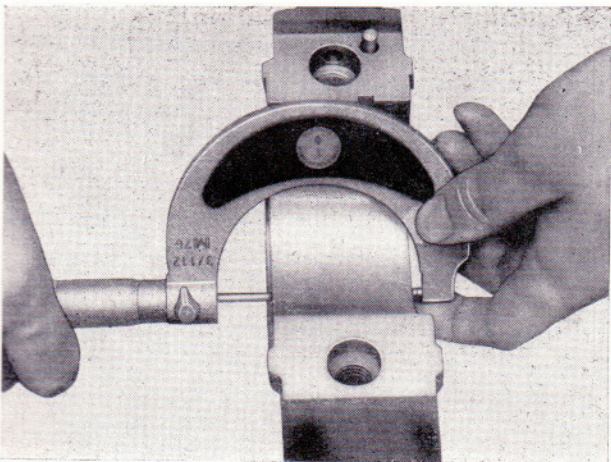

Bild 62
- Mit der Meßschraube die Paßlagerbreite mit und ohne Anlaufscheiben kontrollieren (Bild 62).